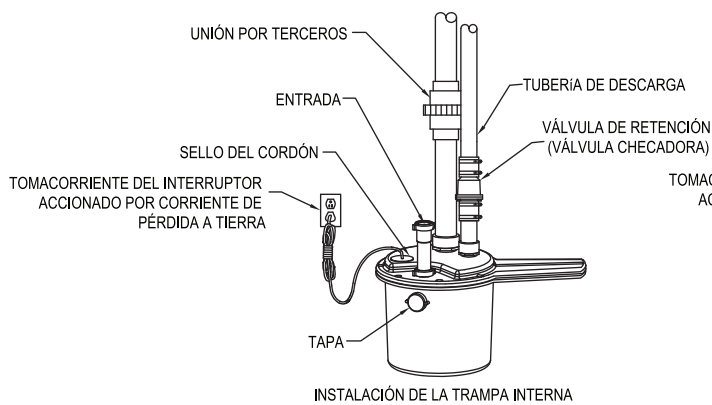

FIGURA 5.3A
NOTA: Jale el exceso de cordón a través de la abertura e instale el sello del cordón como se muestra en la figura 5.3A. Asegúrese de que el anillo O esté en la tapa antes de la instalación.
5.3) Coloque el conjunto del estanque en su posición final y complete la instalación de la tubería. Asegure todas las conexiones (como se muestra en la figura 5.3A o 5.3B).